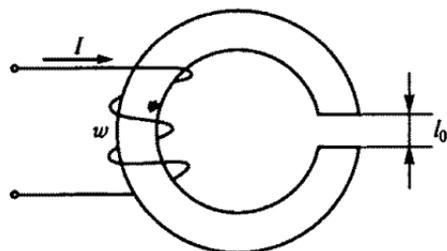

Рис. 58
2.33.Р. При каком токе в катушке, изображенной на рис. 58, магнитная индукция B в воздушном зазоре равна $1,256\ \text{Тл}$, если $l_0 = 2\ \text{мм}$, число витков $w = 2000$? (Потоком рассеяния и выпучиванием магнитного потока в воздушном зазоре пренебречь. Принять магнитную проницаемость ферромагнитного сердечника $\mu = \infty$, а магнитную проницаемость воздушного зазора $\mu_0 = 4\pi \cdot 10^{-7}\ \text{Гн/м}$.)